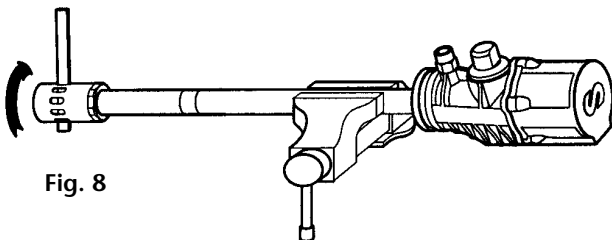

Fig. 8
1. Attach the pump to a vice in horizontal position, grabbing it by the suction tube (47).
2. Unscrew the intake filter tube (60) from the intake filter head (57) (Fig. 8).
1. Fijar la bomba en una mordaza agarrando por el tubo de aspiración (47) con la bomba en posición horizontal.
2. Desenroscar la jaula de aspiración (60) del conjunto filtro de aspiración (57) (Fig. 8).
1. Placer la pompe à l'horizontale sur un établi qui la soutiendra par le tube d'aspiration (47).
2. Séparer la crépine (60) de l'ensemble du filtre d'aspiration (57) (voir Fig. 8).